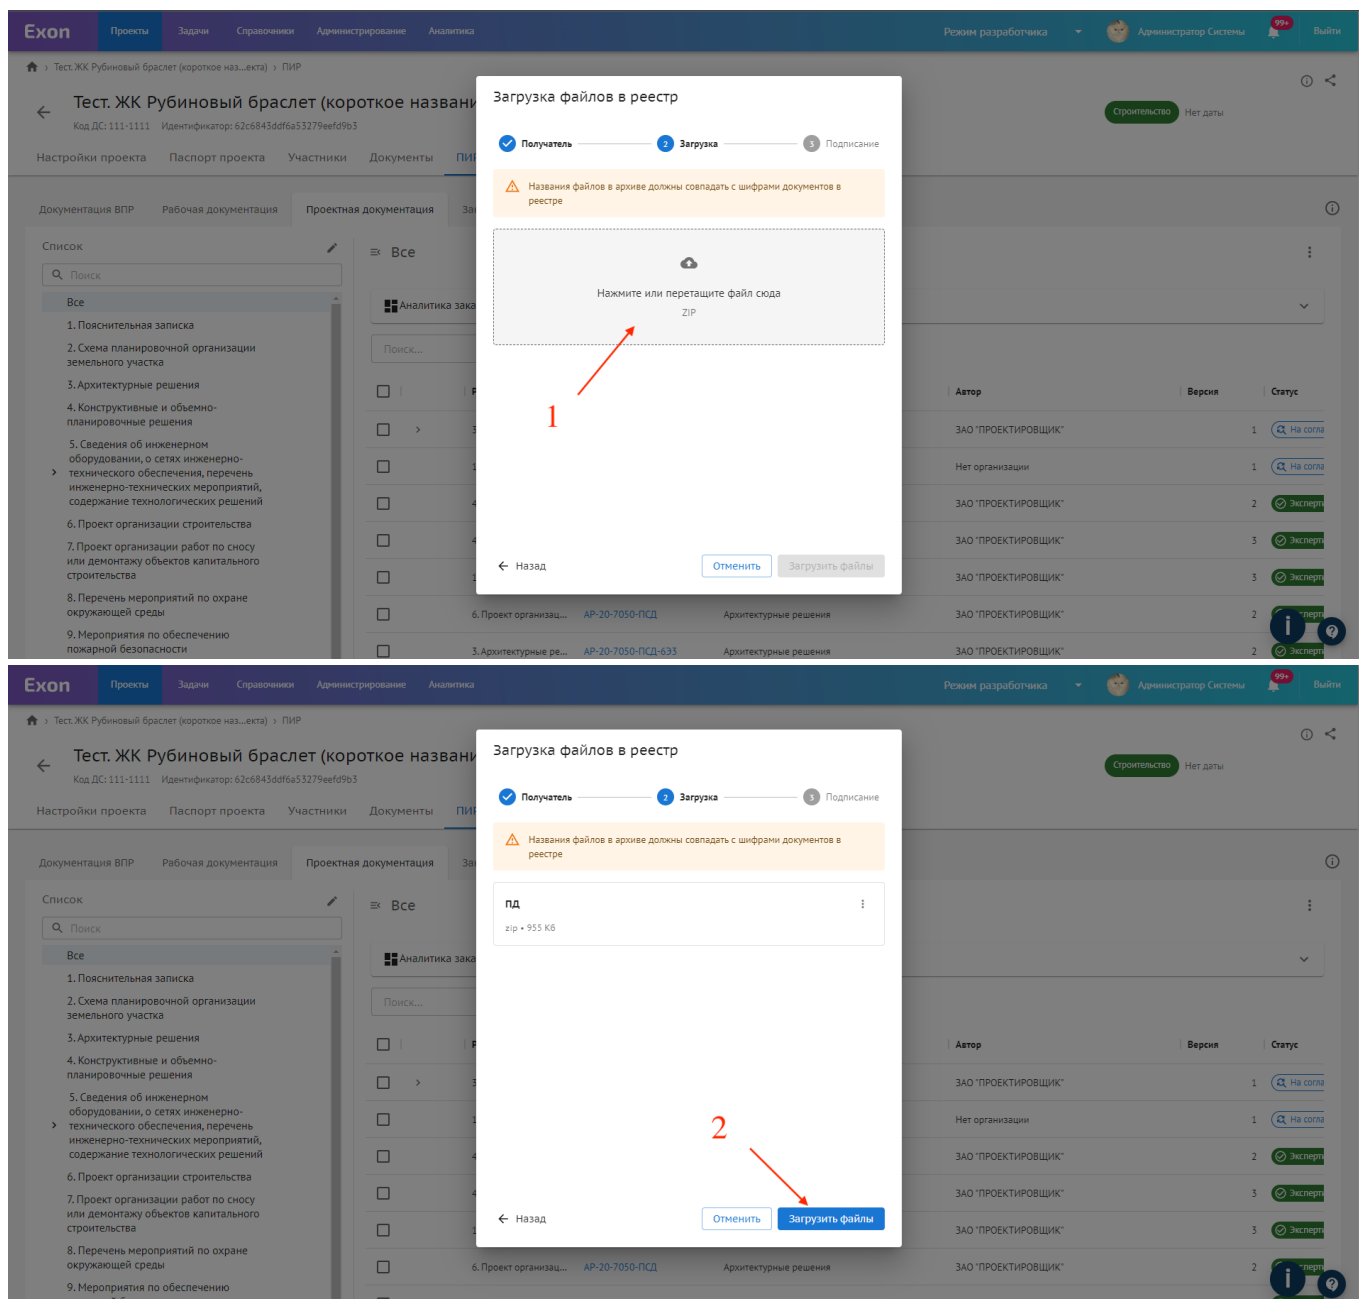

Рис. 68 - Загрузка файлов в реестр
8.2. В окно для загрузки прикрепить ZIP файл загружаемой документации (1) и нажать «Загрузить файлы» (2) (рис. 68);